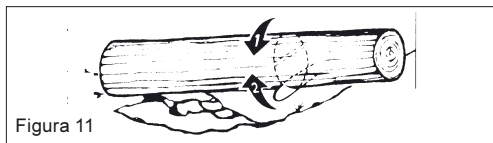

Figura 11
3. Il tronco è poggiato da tutte e due le estremità (figura 11):